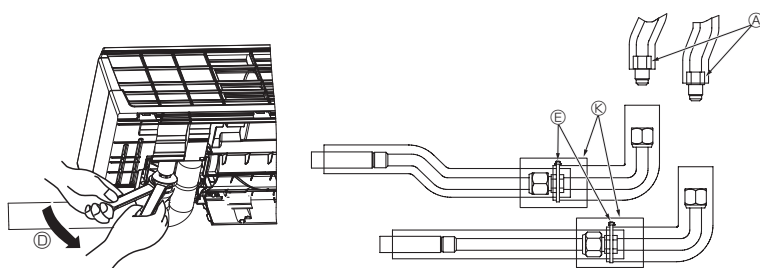

Fig. 3-10
- (5) Dirija el conector en forma de L hacia la dirección de salida de la tubería y apriételo con dos llaves. (Fig. 3-10)